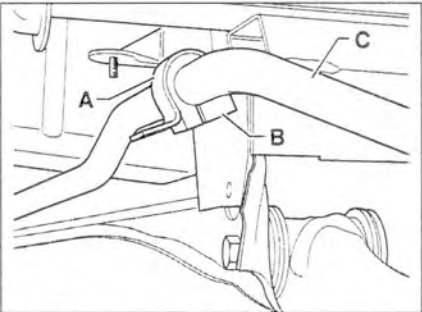

Рис. 6.4. Отсоедините хомуты А с обеих сторон и снимите стабилизатор С вместе с опорами В.
3. Отсоедините хомуты А с обеих сторон и снимите стабилизатор С вместе с опорами В (рис. 6.4).